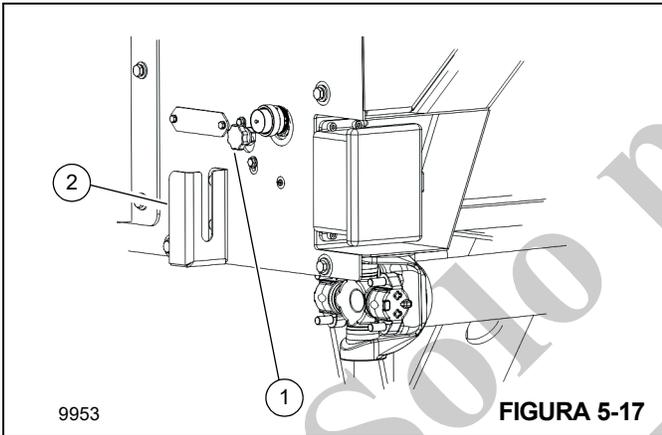

FIGURA 5-17
La válvula de purga manual de presión (1, Figura 5-17) está ubicada en la parte trasera del guardabarros derecho trasero. La válvula sirve para reducir los esfuerzos necesarios para separar y conectar los acopladores rápidos hidráulicos cuando se instalan o retiran las cajas de los estabilizadores delantero y trasero.
8. Desenchufe los conectores rápidos hidráulicos del vehículo de los conectores hidráulicos del estabilizador (8). Almacene las tuberías hidráulicas del vehículo en el soporte de almacenamiento (2, Figura 5-17).
9. Levante la caja del estabilizador (6) fuera del vehículo.
10. Almacene los pasadores de desconexión rápida (2) en las pinzas de almacenamiento (1) en la caja de estabilizadores.
11. Almacene el conector eléctrico (7) en el enchufe provisto en el guardabarros.
3. Asegúrese de que la válvula de purga de presión del estabilizador (1, Figura 5-17) esté cerrada.